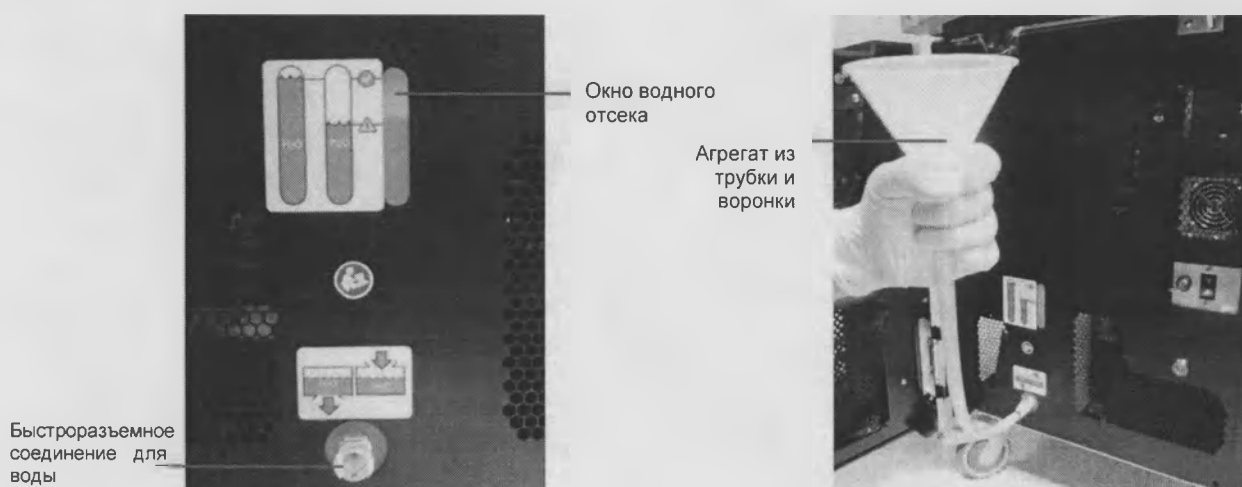

Рис. 7. Наполнение водой
3. Подключите наливной агрегат к быстроразъемному соединению для воды, расположенному внутри передней дверцы, см. рис. 7.
4. Удерживая наливной агрегат вертикально (см. рис. 7), медленно и осторожно наполните отсек дистиллированной водой до уровня, отмеченного галочкой рядом с окном резервуара.